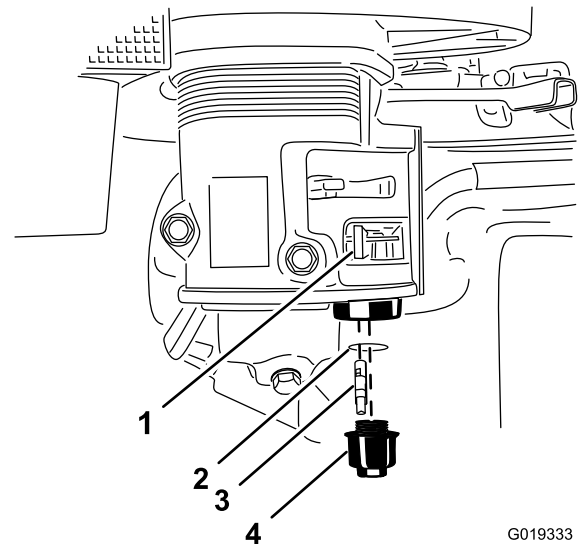

Figura 30
4. Tournez le robinet d'arrivée de carburant complètement à gauche en position FERMÉE (Figura 30).
5. Dévissez la cuvette de décantation (Figura 30).
6. Déposez et conservez le filtre à carburant et le joint torique (Figura 30).
9. Posez le filtre à carburant au fond du carburateur (Figura 30).